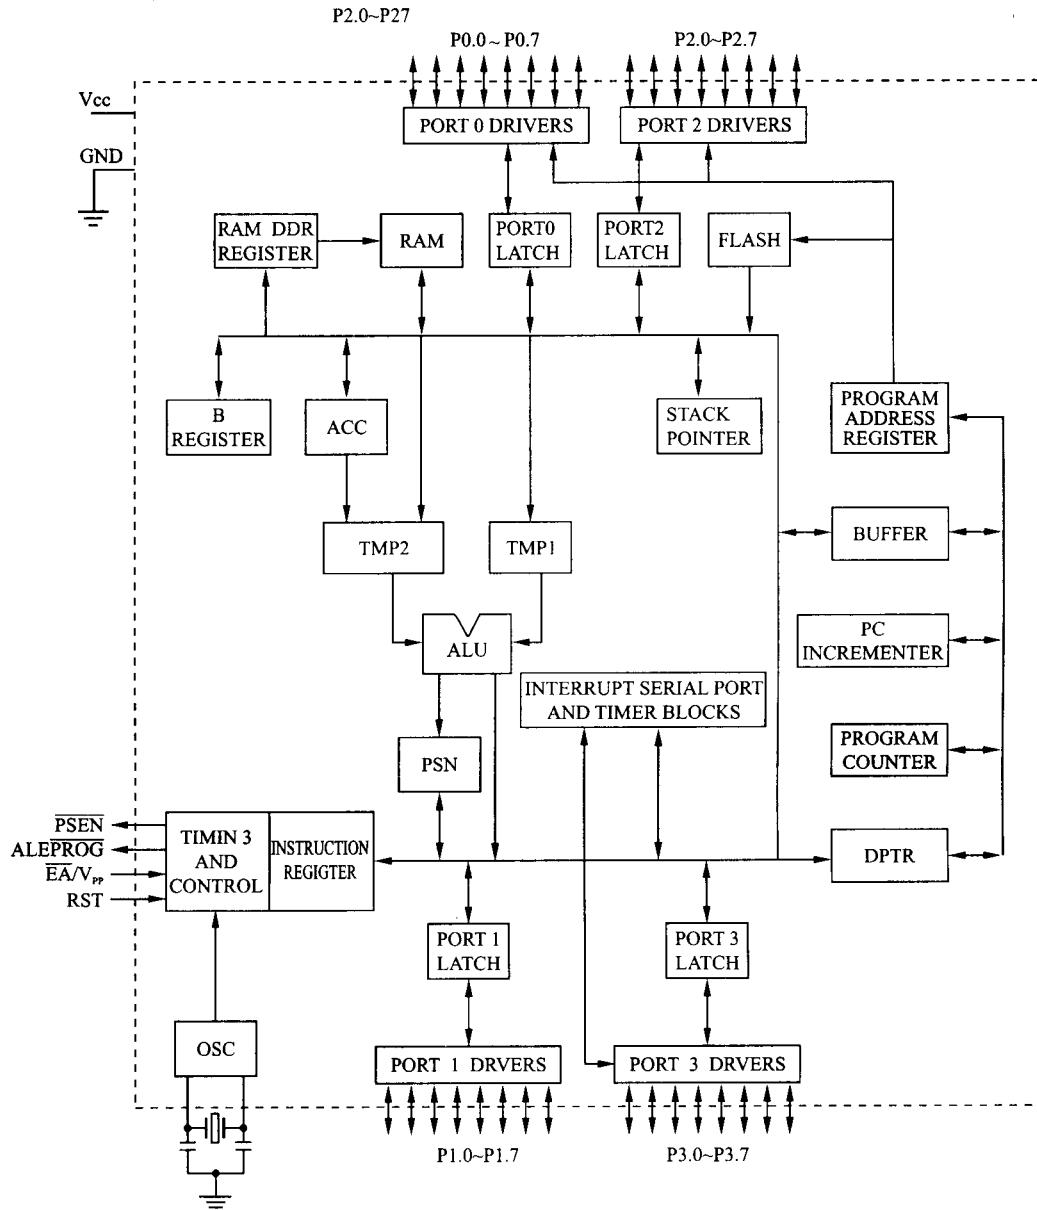

图 2-2 89551 的基本组成
(1) MCS-51 单片机的基本组成部分：中央处理器 CPU、数据存储器 RAM、程序存储器 ROM、定时器/计数器和各种 I/O 接口电路等。如图 2-2 所示。